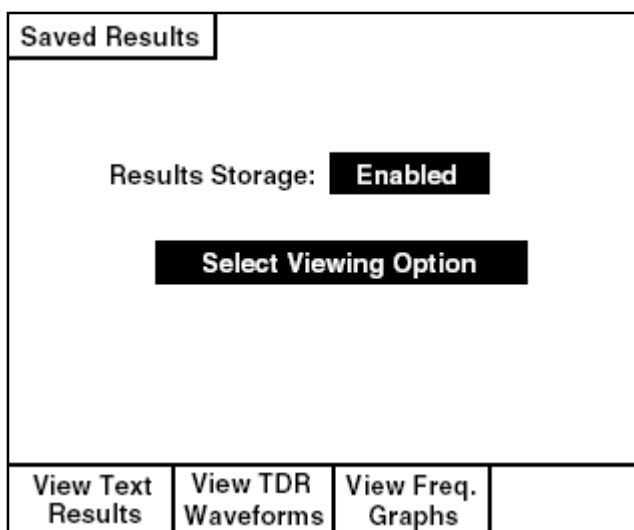

Рисунок 7-1. Экран выбора сохраненных результатов
На экран прибора будет выведено окно сохраненных результатов **Saved Results** (см. Рисунок 7-1). Из этого окна вы можете просмотреть следующие типы сохраненных результатов:
Чтобы просмотреть текстовые результаты, нажмите кнопку  (**View Text Results**), находясь в окне сохраненных результатов **Saved Results** (см. Рисунок 7-1).
1. Находясь в окне сохраненных результатов **Saved Results** (см. Рисунок 7-1), нажмите кнопку  (**View TDR Waveforms**).
1. Находясь в окне сохраненных результатов **Saved Results** (см. Рисунок 7-1), нажмите кнопку **3** (**View Freq. Graphs**).